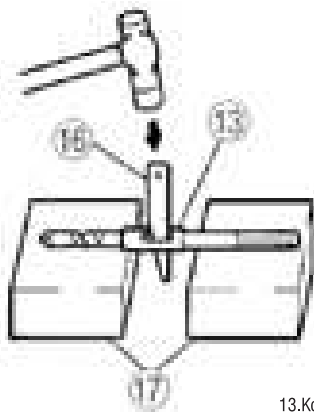

Рис. 14
4. Чтобы удалить конец сверла (конусный стержень), вставьте клин в щель насадки с конусным стержнем и ударьте по нему ручным молотком, расположив все это на поддерживающей подставке (рис. 14)